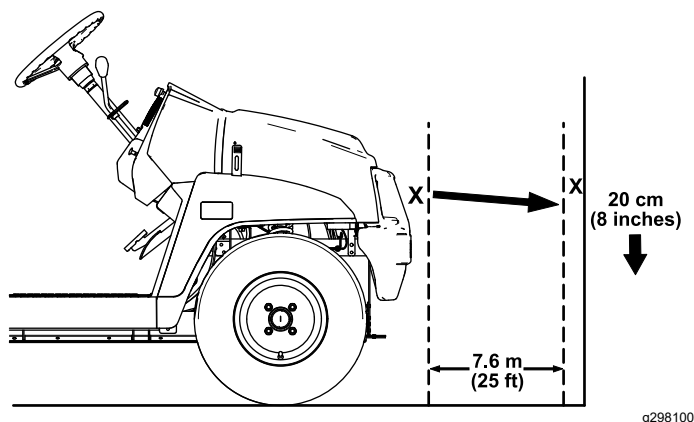

図 42
1. 平らな場所で、ヘッドライトを壁に向け、ライトと壁の距離が 7.6 m 程度になるように駐車する 図 42。
ヘッドライトのビームの最も明るい部分が、壁に付けた印の約 20 cm 下を照らしていればよい 図 42。